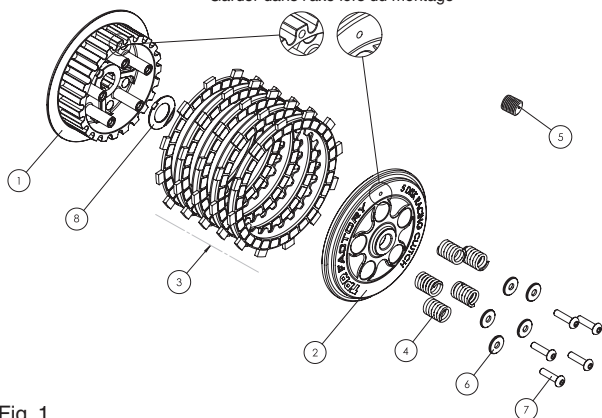

Fig. 1
- **MONTER** l'empilage disques d'embrayage selon la progression indiquée dans (Fig. 1).
- **MONTER** ensuite le presse-disque en veillant aux repères de synchronisation avec le tambour (Fig. 1).